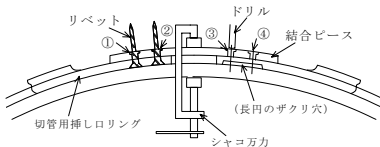
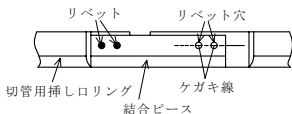

図 49 挿し口リングのセット方法
図 50 結合ピース部上面
- (5) 図 49 に示すように切管用挿し口リングに結合ピースを当て、①、②の穴にリベットを入れて、結合ピースをシャコ万力で固定する。このとき、図 50 に示すように挿し口リング上のケガキ線がリベット穴の中心に位置するようにする。次に、③、④の位置をドリルでケガく。